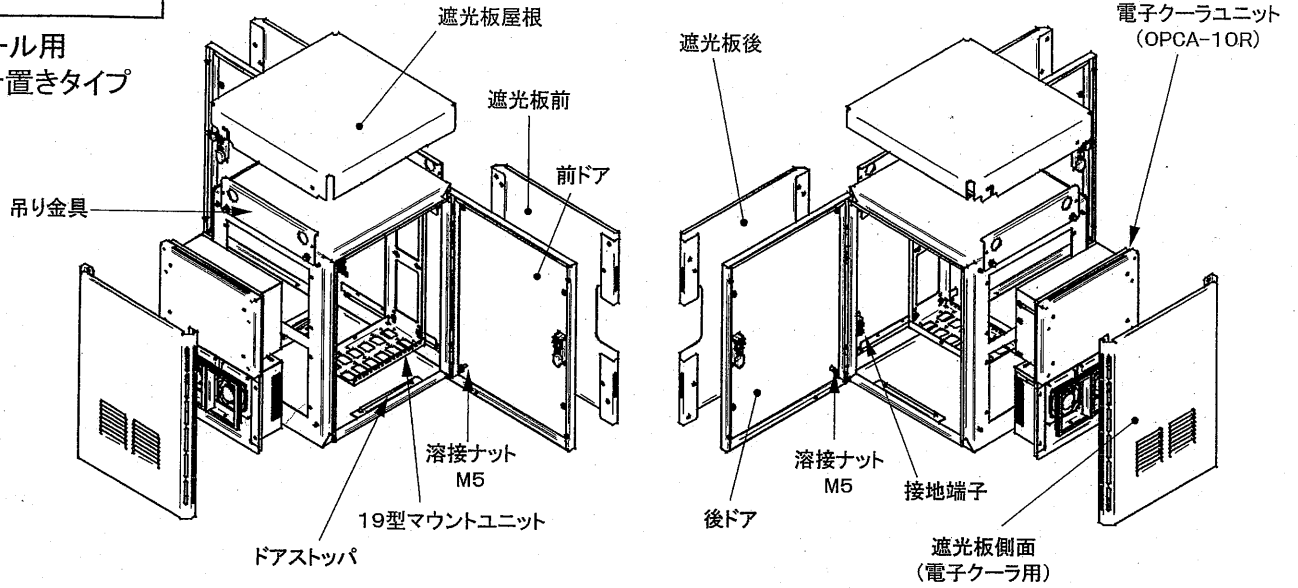

図2
- ・前後左右とも傾きがないよう(±2°以下)に、水準器等で確認してください。(図2)